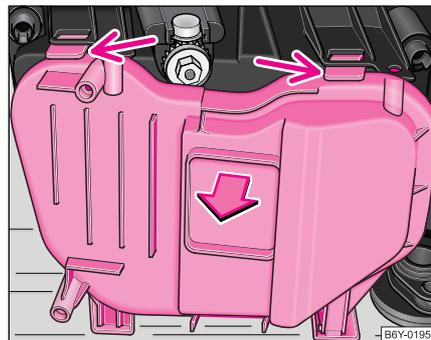
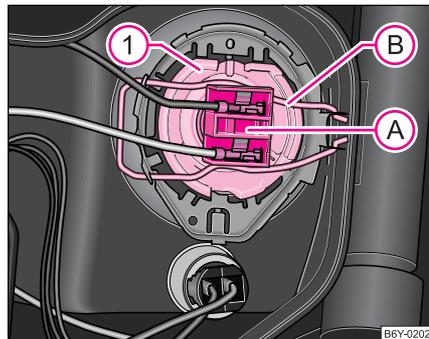

Abb. 165 Schutzabdeckung für Scheinwerfer vorn
Abb. 169 Ausbau der Glühlampe für Abblendlicht
- Drücken Sie die Sicherungsfeder nach unten und bauen Sie die Schutzabdeckung ab ⇒ Seite 234, Abb. 165.
- Bauen Sie die Schutzabdeckung von der Rückseite des Scheinwerfers ab ⇒ Seite 234, Abb. 165.
- Ziehen Sie den Stecker (A) ab. ▶
- Stecken Sie den Stecker **(A)** ⇒ Seite 236, Abb. 169 auf.